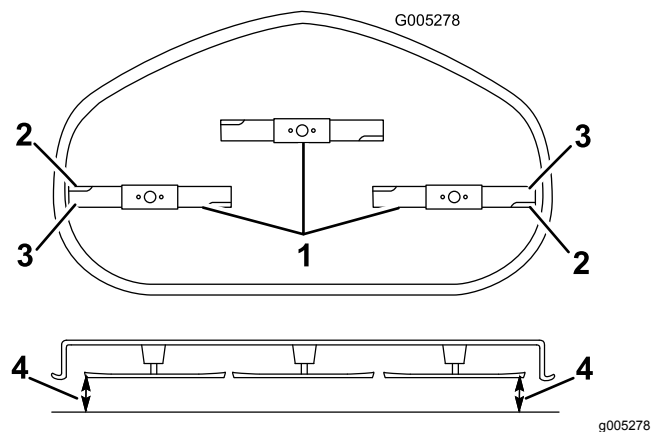

Figura 56
5. Mida entre los bordes de corte exteriores y la superficie plana (Figura 56). Si hay una diferencia de más de 5 mm (3/16") entre ambas dimensiones, se requiere un ajuste; siga con este procedimiento.
4. Gire cuidadosamente las cuchillas hasta que estén todas orientadas lateralmente (Figura 56).